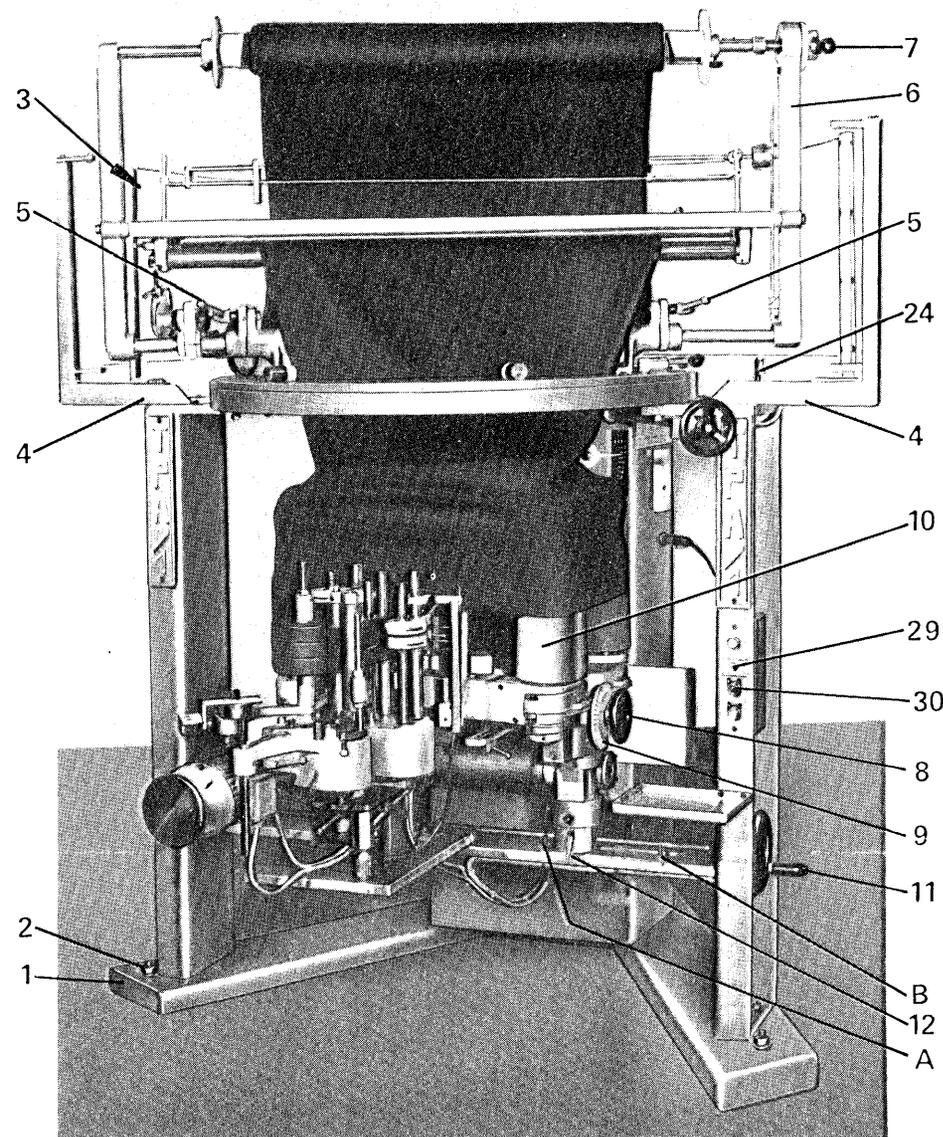
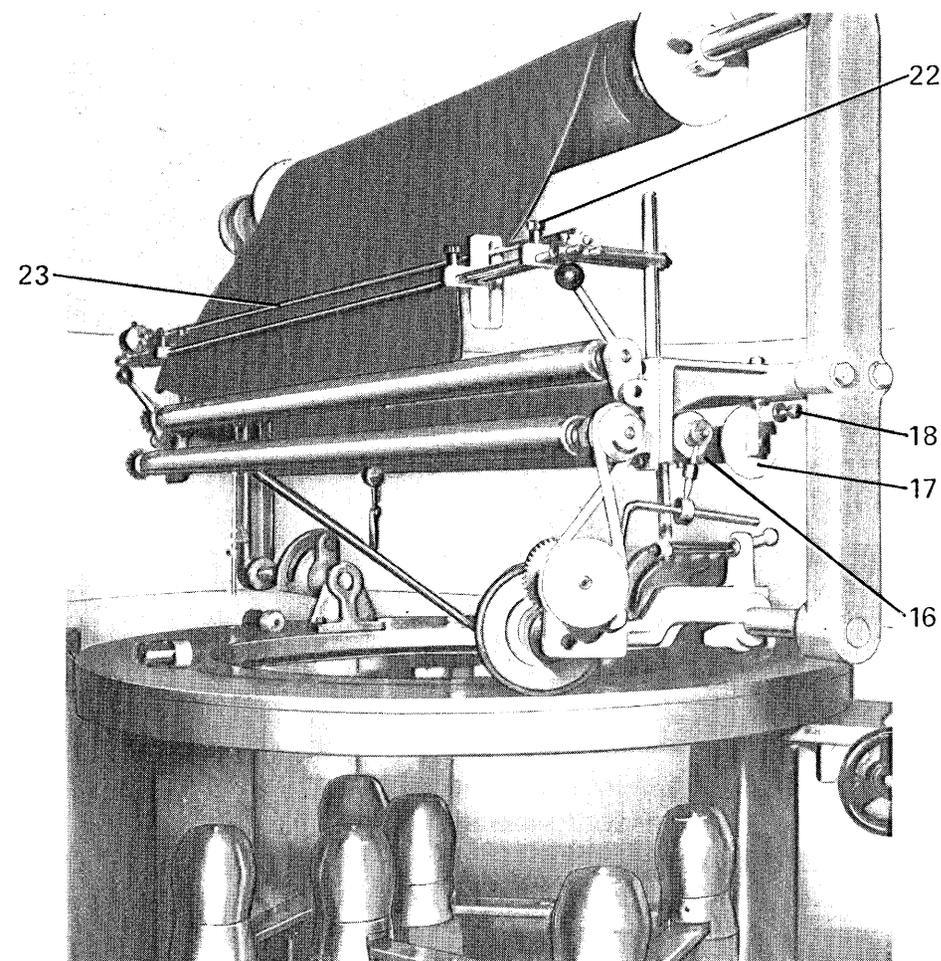
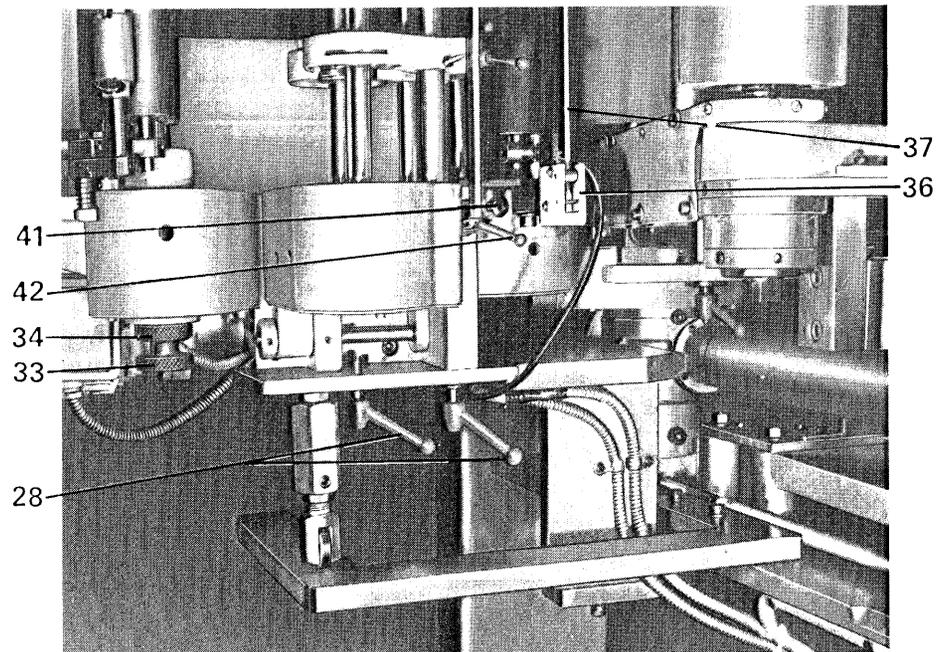
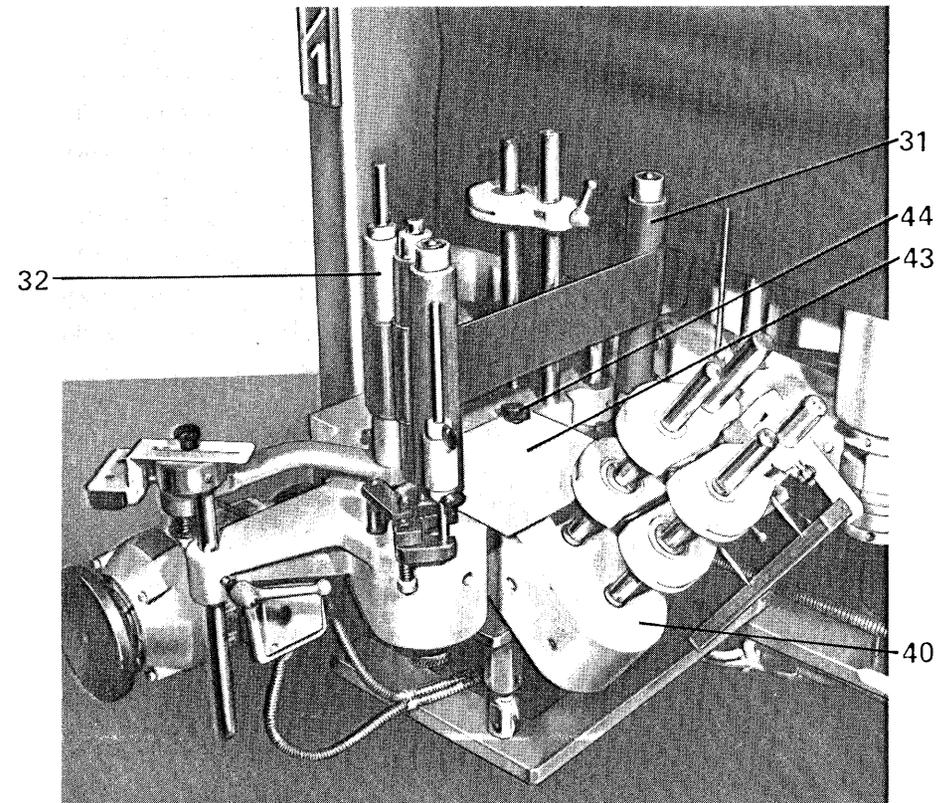

Fig. 1
Fig. 4
Fig. 6
Fig. 7
- 1) Sistemare le quattro ventose di gomma e relative viti sul pavimento, rispettando la posizione dei fori esistenti all'estremità dei piani di appoggio 1 (fig.1)
- 2) Piazzare la macchina sulle ventose e bloccare le quattro viti mediante i dadi 2 (fig.1)
- 3) Livellare la macchina agendo sui dadi di fissaggio 2 (fig.1)
- 4) Montare il gruppo castello porta pezza 3 (fig.1) completo di staffe di sostegno 4 (fig.1), fissandolo alla macchina con le apposite quattro viti
- 2) Allentare le due maniglie di bloccaggio 5 (fig.1) in modo da far ruotare verso la parte anteriore il telaio porta pezza 6 (fig.1)
- 3) Allentare il pomolo 7 (fig.1) e dopo aver sfilato l'albero superiore, introdurre il rotolo del tessuto sullo stesso. Riportare l'albero nella sua posizione iniziale e ribloccare il pomolo 7 (fig.1)
- 4) Agendo sul volantino 8 (fig.1), portare l'indice del disco graduato 9 (fig.1) sulla posizione "0"
- 5) Far passare l'estremità della pezza attraverso i rulli superiori e farle raggiungere i cilindri di alimentazione 10 (fig.1), sui quali va introdotta fino a che il bordo inferiore della stessa venga a trovarsi di qualche centimetro al di sopra della zona di taglio del primo gruppo coltelli.
- 6) Mediante il volantino 11 (fig.1) determinare una leggera tensione del tessuto sui cilindri di alimentazione. Gli spostamenti della manopola 11 (fig.1) sono rilevabili sull'apposito indicatore 12 (fig.1)
Il rullo 16 (fig.4) è provvisto di frizione 17 (fig.4), la quale deve essere regolata in base al peso del tessuto onde mantenerlo sempre in posizione stabile e cioè non deve "cadere", né presentare eccessiva tensione nel tiraggio. La frizione 17 si regola mediante la vite 18 (fig.4).
Quando sul rullo superiore del castello la pezza si è ridotta a pochi giri svitare il pomolo 22 (fig.4) in modo da liberare l'asta 23 (fig.4), che dovrà essere appoggiata sul tessuto determinando l'arresto della macchina, quando terminando il tessuto questa si appoggia sull'asta che agisce sul microinterruttore 24 (fig.1).
La distanza fra le coppie dei cilindri può essere variata agendo sul volantino 11 (fig.1) in modo da adeguare la posizione dei cilindri al diametro del tubolare da tagliare.
Sull'indice 12 (fig.1) può essere rilevata la posizione dei cilindri.
A seconda che la macchina lavori con 4 o 6 cilindri alimentatori è necessario posizionare tutto il dispositivo di taglio rispetto ai cilindri stessi. Dopo aver allentato le maniglie 28 (fig.6) è possibile effettuare detta regolazione.
Per variare l'inclinazione dei cilindri agire sul volantino 8 (fig.1), ruotandolo in modo da portare l'indice del disco graduato 9 (fig.1) sulla posizione di taglio desiderata. Tenere presente che ad ogni linea del disco corrisponde una larghezza di taglio di:
- mm. 2,5–3 circa – macchina con apertura minima dei cilindri alimentatori (indicatore 12 (fig.1) verso il fermo A)
- 1) Spostare l'interruttore 29 (fig.1) sulla posizione "NO AUTOMATICO" ed avviare la macchina **premendo ad intermittenza** il pulsante di MARCIA 30 (fig.1)
- 2) Dopo il taglio del primo lembo di tessuto (30–40 cm circa), arrestare la macchina rilasciando il pulsante di MARCIA ed inserire manualmente l'estremità della striscia sul rullo avvolgitore 31 (fig.7), onde avere il tiraggio per l'avvolgimento della striscia, come illustrato in figura 7
- 3) Avviare nuovamente la macchina, facendole compiere un giro completo. Arrestare la macchina e controllare la larghezza della striscia avvolta sul rullo 32 (fig.7); nel caso non corrispondesse alla misura desiderata, correggere mediante il volantino 8 (fig.1)
- 4) Per regolare la tensione di arrotolamento della bobina sul rullo 32 (fig.7), agire (a macchina in moto) sul pomolo zigrinato 33 (fig.6), dopo aver allentato la sua ghiera 34 (fig.6). Girare il pomolo 33 verso destra per diminuire la tensione, verso sinistra per aumentarla.
- 6) Il microinterruttore di sicurezza 36 (fig.6) sul quale agisce l'astina 37 (fig.6) ha la funzione di far arrestare la macchina nel caso che, per un qualsiasi motivo, non fosse stato eseguito il primo taglio della striscia.
- 1) Escludere il gruppo coltelli 40 (fig.7), ribaltandolo come è indicato in figura 7.
- 2) Per ottenere ciò allentare il pomolo 41 (fig.6) e ruotare verso il basso la maniglia 42 (fig.6).
- 3) Dopo aver ribaltato il gruppo coltelli, impiegare l'apposito carter di protezione 43 (fig.7), fissandolo con i due pomoli 44 (fig.7).